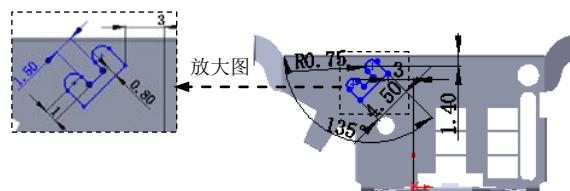

图 6.85 横断面草图
② 定义横断面草图。在草图环境中绘制图 6.85 所示的横断面草图。
(3) 定义切除深度属性。在“切除一拉伸”对话框的 **方向 1** 区域中选中 **与厚度相等(L)** 复选框与 **正交切除(N)** 复选框。
(4) 单击 按钮，完成切除一拉伸 9 的创建。